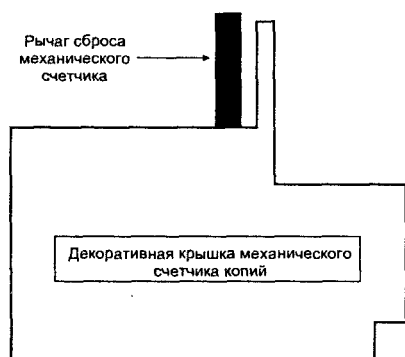

Рис. 7.3
- внутри аппарата, на задней стенке, за блоком копи-картриджа установлена черная декоративная коробочка, внутри которой расположен механический счетчик (рис. 7.3). Над верхней частью коробочки выступает черный рычажок. Нажать на рычажок до упора и отпустить его. Счетчик сброшен;